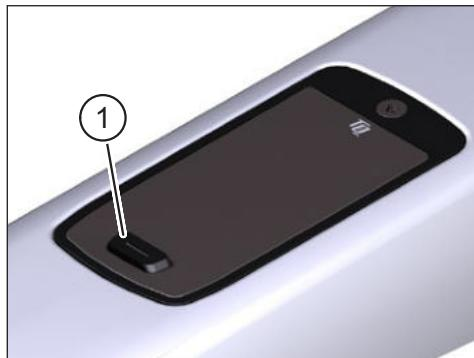

Fig. 2: Display
- Schakel de aandrijving in door **kort** op de knop (Pos. 1 in Fig. 2) op het Display te drukken
- Schakel de aandrijving uit door **lang** op de knop (Pos. 1 in Fig. 2) op het Display te drukken.